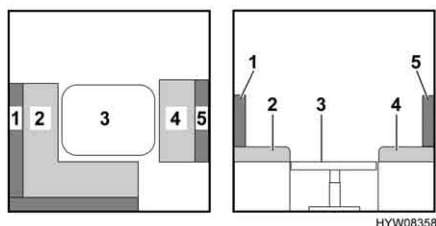

Fig. 95 Durante la trasformazione
- Trasformare il tavolo rialzabile (Fig. 95,3) in struttura di supporto letto (vedi paragrafo 6.8).
- Rimuovere i cuscini dello schienale (Fig. 95,1 e 5) e collocarli sotto il tavolo.